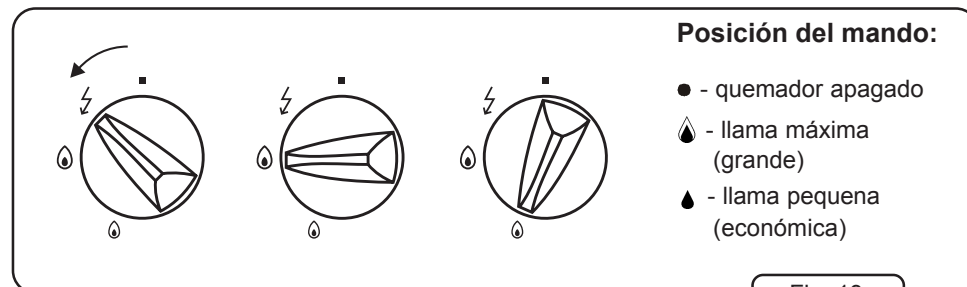

Fig. 13
- El tamaño de la llama depende de la posición del mando (fig.13). Utilice la llama grande hasta que los alimentos hiervan, y para continuar la cocción recomendamos que utilice la llama pequeña (económica). El tamaño de la llama se regulará exclusivamente en el límite entre las posiciones  y .